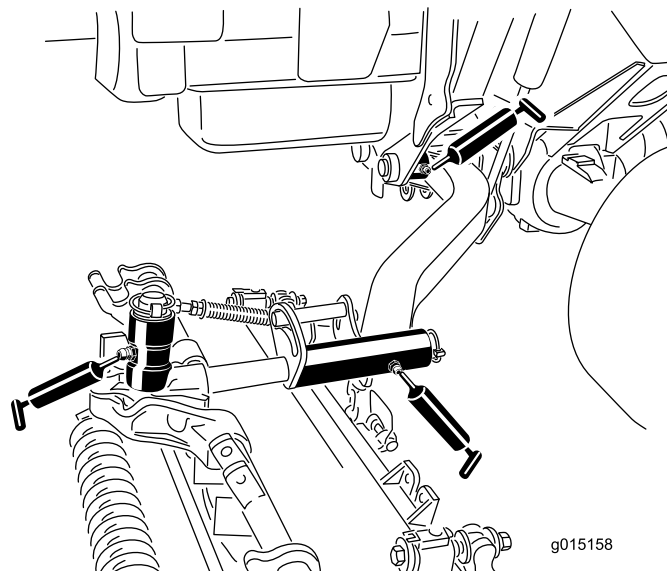

Figura 85
- Casquilhos da articulação do braço de elevação (1 por unidade de corte) (Figura 85)
- Estrutura suporte da unidade de corte (2 por cada unidade de corte) (Figura 85)
- Articulação do braço de elevação da unidade de corte (1 por cada unidade de corte) (Figura 85)